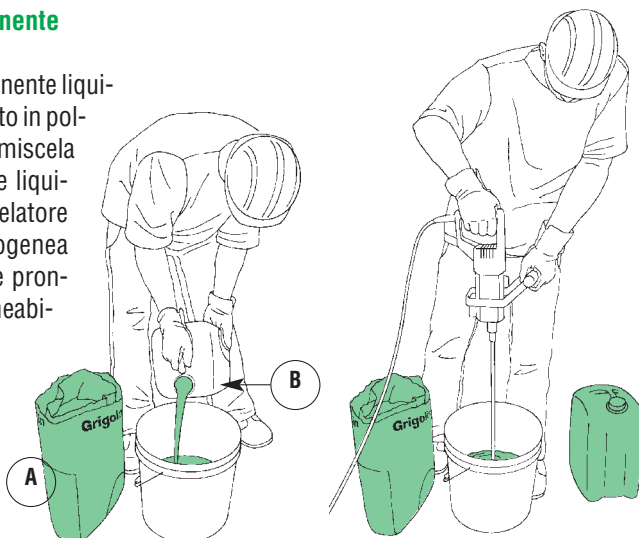

fig. 3.6.9
Versare in un secchio un po' di componente liquido (B) e successivamente il premiscelato in polvere (componente A), completare la miscela aggiungendo il resto del componente liquido (B). Mescolare bene con il miscelatore fino ad ottenere una pasta omogenea (fig.3.6.9). Ora l'impasto Grigoflex è pronto per essere utilizzato come impermeabilizzante.